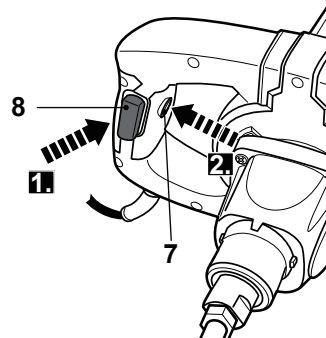

Fig. 12
>Ligue o produto pressionando o interruptor ligar/desligar (8) e mantenha-o na posição (Fig.12, passo 1).
>Pressionar o botão de bloqueio (7) e mantê-lo na posição para bloquear o interruptor de ligar/desligar (8) (Fig.12, passo 2).